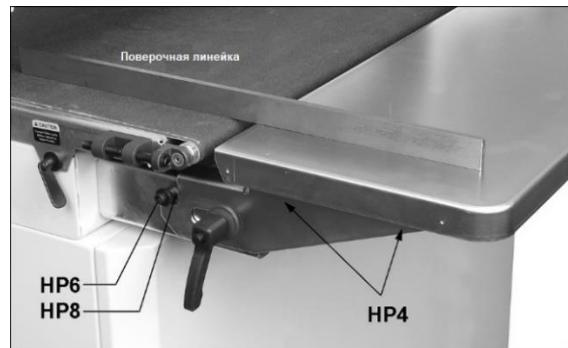

Рис. 5-4: выравнивание удлинения стола
- Опустите барабан, чтобы зафиксировать поверочную линейку. См. Рис. 5-4. Поднимайте стол подачи/разгрузки, пока его поверхность не будет чуть ниже ленты транспортера. Затяните винты на этой стороне.